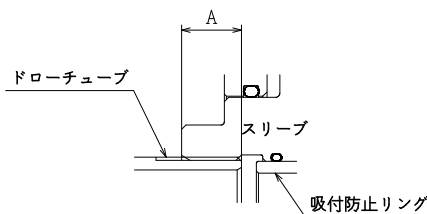

図 4
- ① 本チャックを機械に取り付けるには、フランジが必要です。フランジの端面は、機械に取り付けた時の振れ精度が 0.003 以内になるように仕上げてください。
- ② 次に機械側のドロチューブにチャック本体を時計方向にネジ込み、付属品のNo.25(六角穴付ボルト)を用いてフランジに取り付けます。この時、ドロチューブのネジ込み深さ(図4のA寸法)は表3のA寸法を必ず守ってください。